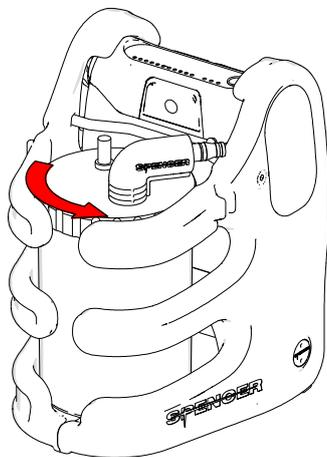

Fig. 9
1. Collegare al vaso il filtro (n°5 paragrafo 3.2) inserire il vaso nel suo supporto (fig.9).